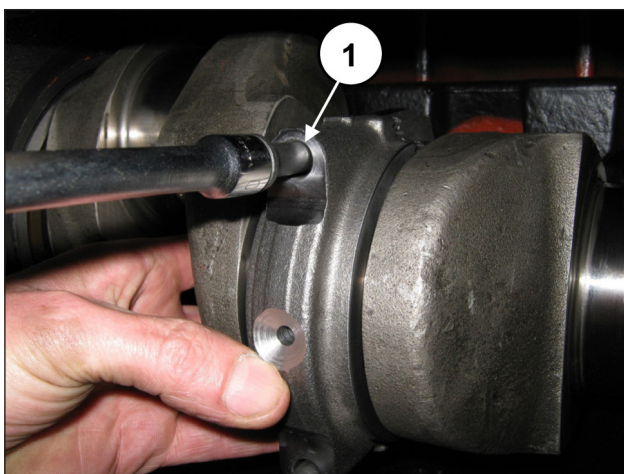

Fig. 68
Fixe as capas nas semi-bielas mediante os parafusos M10x1.5x80 (pos. ①, Fig. 68).